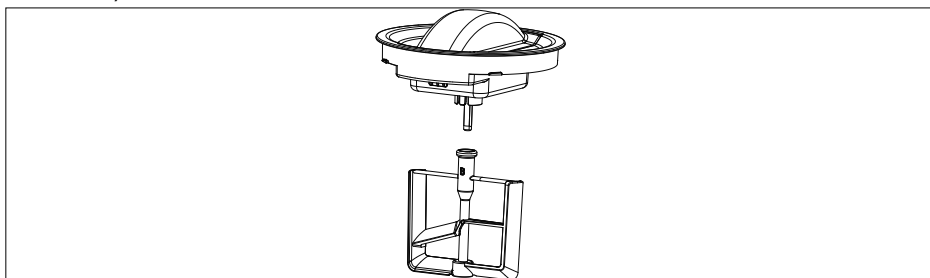

Abb. 6
- ▶ Montieren Sie das Rührwerkzeug auf der Antriebswelle des Motorblocks (siehe Abb. 6).